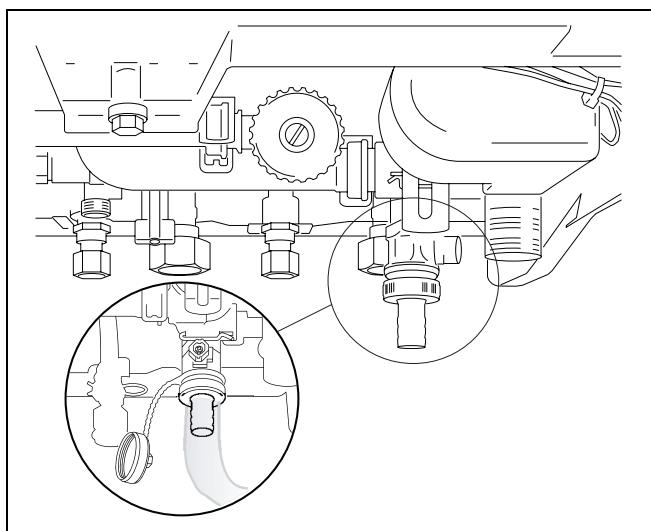

fig. 28 Cv-installatie vullen (voorbeeld combitoestel met vulkraan)
- Sluit de slang aan op de vulkraan van het toestel (→ fig. 28).